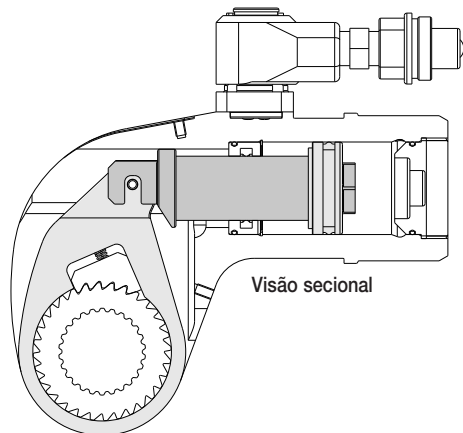

Fig. 20
5.3.6 - Instalação e remontagem do pistão (fig. 20 e 22)